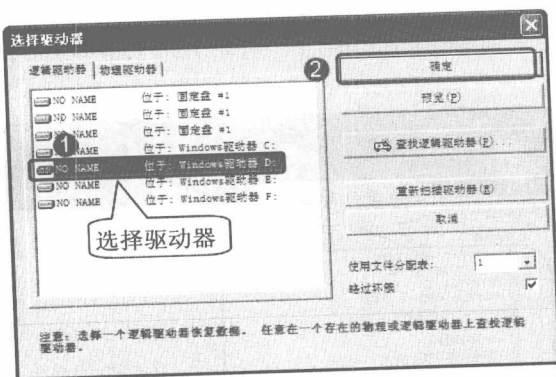

图 11-18 选择驱动器
步骤③ 程序开始搜索删除的文件，搜索完毕将弹出“选择驱动器”对话框，在这里选择 Windows 驱动器 D，如图 11-18 所示。